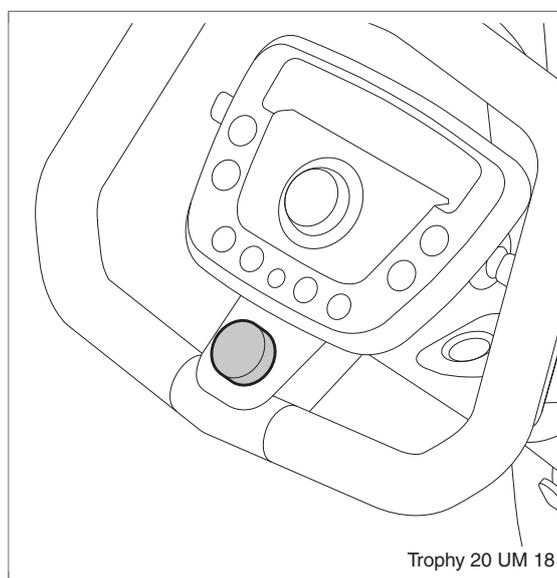

Figura 15
- In caso di pericolo può essere premuto anche il pulsante di arresto di emergenza. Lo scooter quindi effettuerà un arresto di emergenza (figura 15). Una volta usato il pulsante di arresto di emergenza, è necessario riportare tale pulsante in posizione originale ruotandolo verso destra (come indicato su di esso), quindi per procedere nuovamente con la guida, spegnere e riaccendere agendo sul pulsante di accensione.